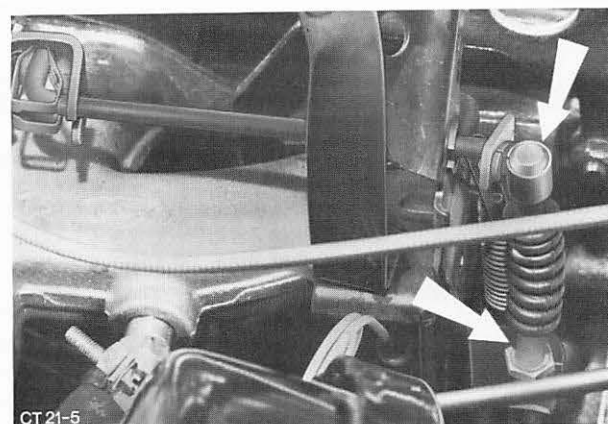

Abb. 193 Gaszug aushängen und vom Halter abbauen
3. Unterdruckschlauch-Bremsverstärker vom Einschraubstutzen-Ansaugkrümmer entfernen. Gaszug am Gasgestänge aushängen und vom Halter abbauen, Abb. 193.